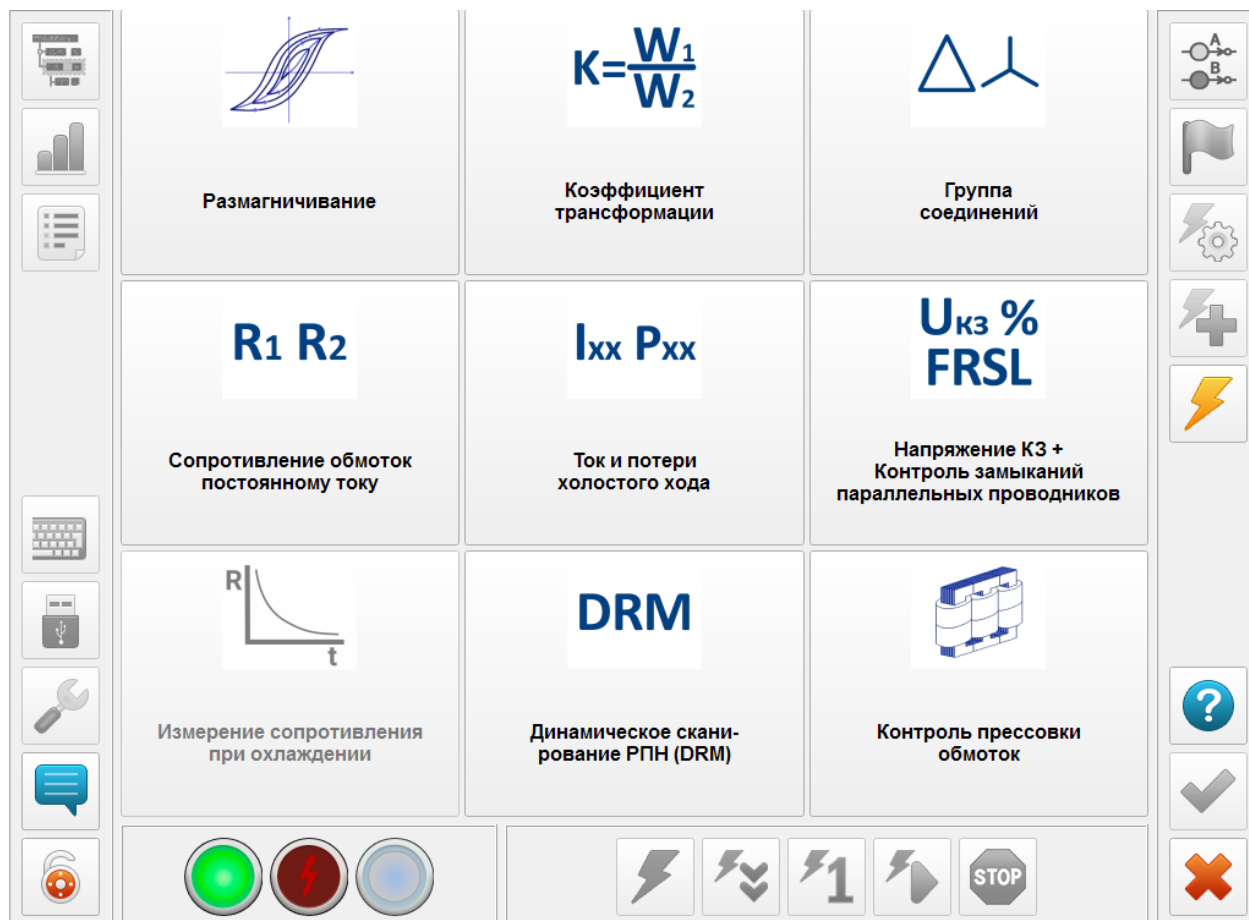

Рисунок 5-18. Выбор метода испытаний
- на вкладке выбора вида испытания [Рисунок 5-18] нажать кнопку «Начать измерения по параметрам пользователя» .